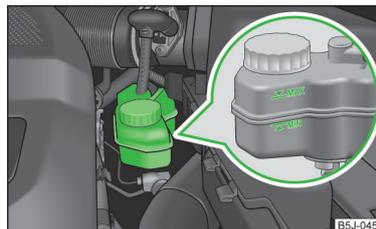

Fig. 138
- Si el nivel de líquido desciende por debajo de la marca MIN, » **fig. 138 de la página 160** **!** no siga conduciendo. ¡Existe peligro de accidente! Buscar la ayuda de un taller especializado.
El depósito de líquido de frenos del sistema se encuentra en el vano motor » **fig. 138**.
- Comprobar el nivel del líquido de frenos en el depósito » **fig. 138**.